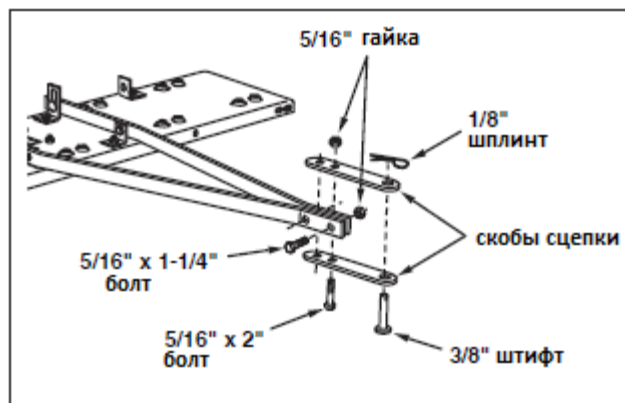

Рис. 4
7. Соедините передние концы рычагов с помощью двух болтов 5/16" x 1-1/4" и гаек 5/16". **Не затягивайте.** (рис. 4).
8. Установите скобы сцепки сверху и снизу рычагов и зафиксируйте с помощью двух болтов 5/16" x 2" и гаек 5/16". **Не затягивайте.** (рис. 4).
9. Вставьте штифт 3/8" в отверстия скоб и закрепите при помощи шплинта 1/8". (рис. 4).